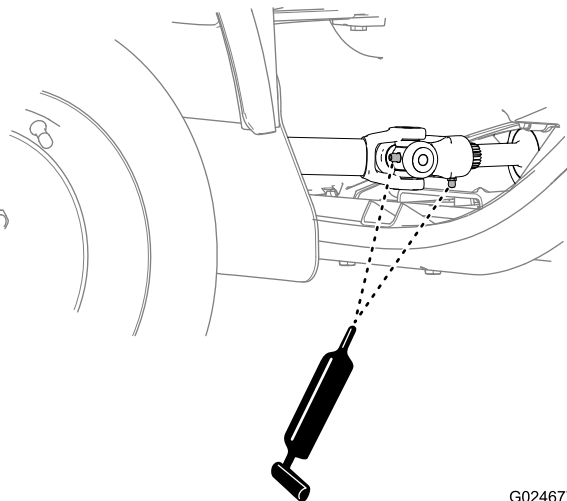

Figura 53
1. Pulite i raccordi di ingrassaggio dei giunti a U anteriori e posteriori, della forcella scorrevole, della forcella rigida e dei 2 giunti universali (Figura 52 e Figura 53).
2. Lubrificate i giunti di ingrassaggio all'altezza della forcella scorrevole e i 2 giunti universali con il grasso specificato (Figura 52 e Figura 53).